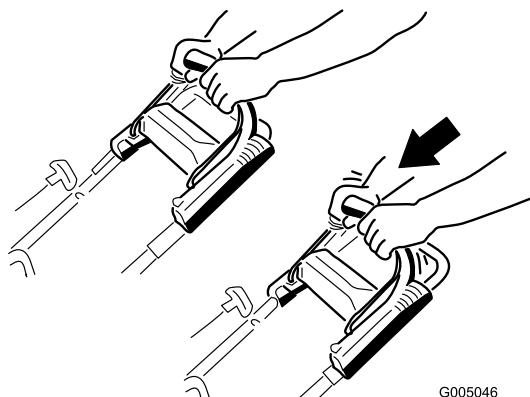

**Figure 13**
2. Tirez lentement la poignée du lanceur (Figure 13) jusqu'à ce que vous sentiez une résistance, puis tirez vigoureusement. Laissez le lanceur se rétracter lentement jusqu'à la poignée.